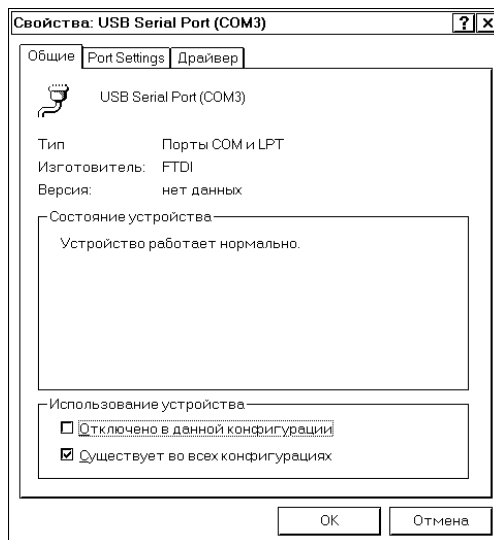

Рис. 39
5. Если номер виртуального COM-порта больше 4, то его необходимо изменить так, чтобы он был в диапазоне COM1 – COM4. Для этого подведите указатель к строке «USB Serial Port» и нажмите правую кнопку мыши. В появившемся списке выберите строку «Свойства» (Рис.39).